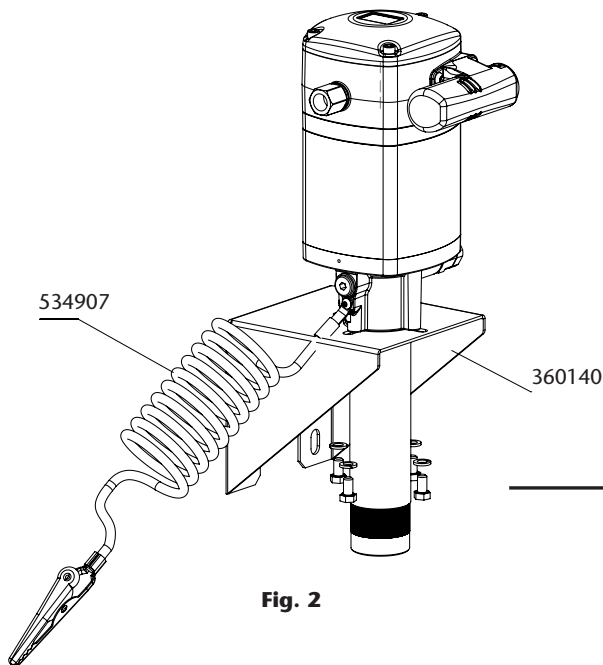

Fig. 2
b. Montaje mural con tornillos. Inserte la bomba por el soporte (360140) y fíjela con 4 tornillos M8 (Fig. 2).